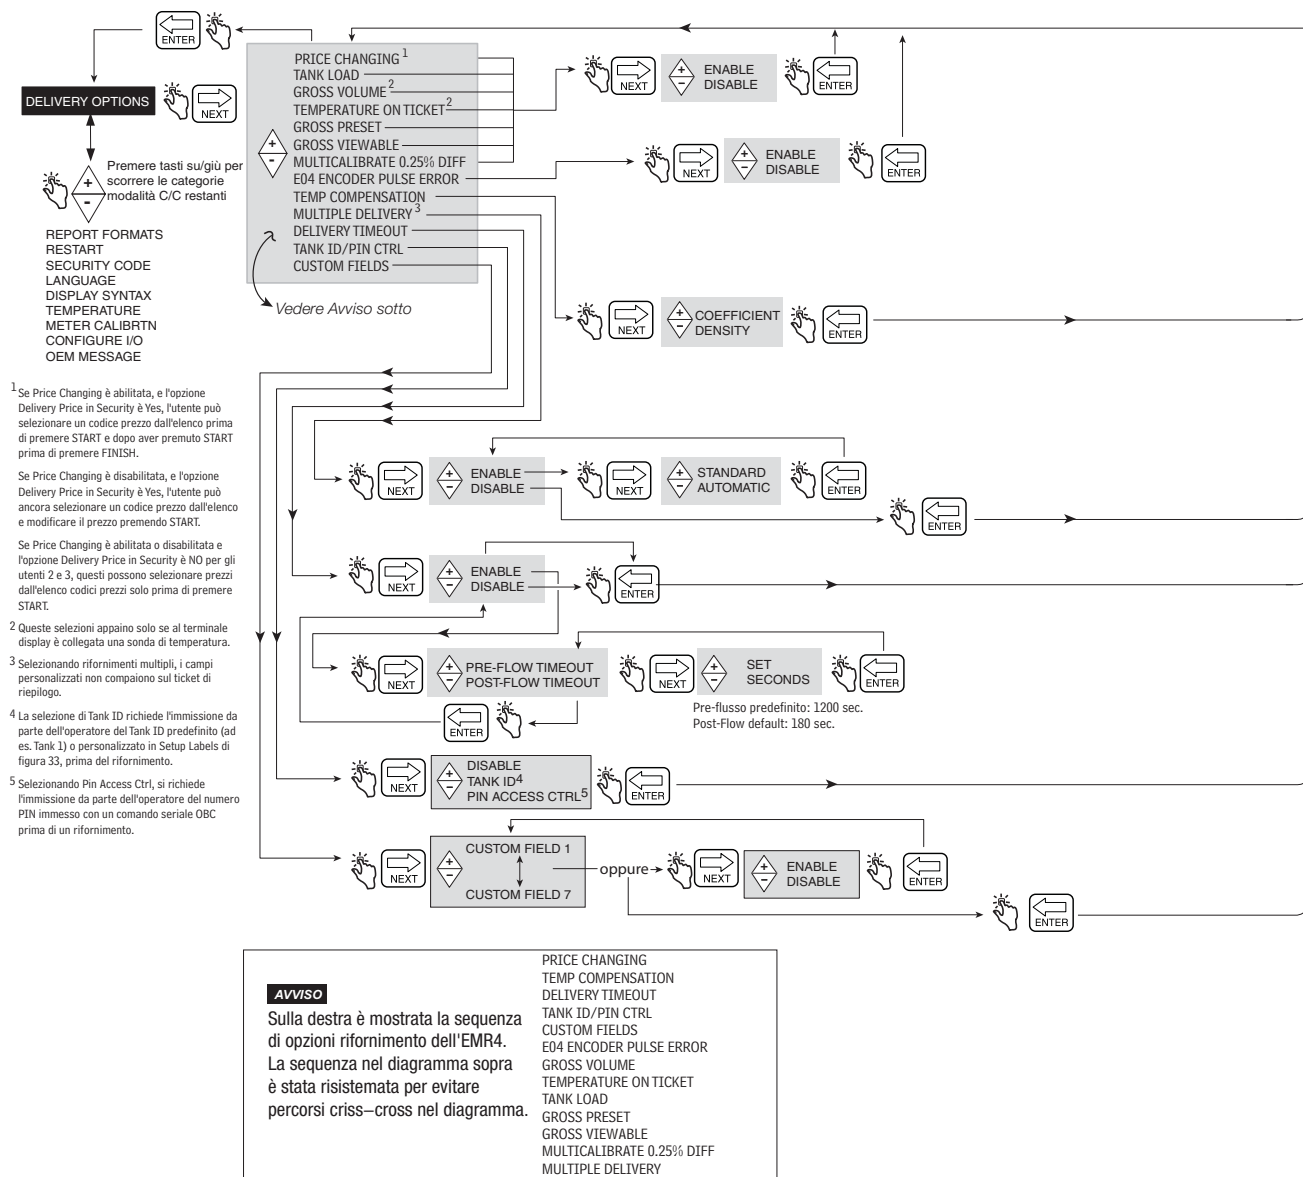

Figura 47. Delivery Options
3. Per poter modificare la densità per un dato prodotto, l'EMR4 deve essere impostato sulla modalità densità e la compensazione termica deve essere abilitata come descritto nella Figura 47, Opzioni di Delivery.
La Figura 47 illustra l'impostazione di Delivery Options nella modalità C&C. Questa opzione permette di abilitare o disabilitare la modifica dei prezzi in stato Delivery, come dai requisiti regolamentativi. In questa impostazione è inoltre possibile selezionare il coefficiente di espansione o la densità come metodo di compensazione termica per rifornimenti, abilitare il timeout rifornimenti, abilitare l'ID serbatoio, abilitare i campi personalizzati, abilitare il carico serbatoio e abilitare l'errore encoder E04 (volume lordo e temperatura nei campi ticket visibili anche quando la sonda della temperatura è collegata al termine EMR). È inoltre possibile abilitare/disabilitare le opzioni Gross Preset, Gross Viewable, Multicalibrate 0.25% Diff e Multiple Delivery.
Questi timeout possono essere abilitati o disabilitati con la funzione **Delivery Timeout** (vedere Figura 47).